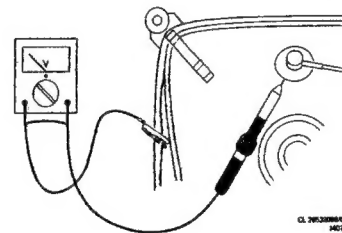

Abbildung 2-1
- Um Beschädigungen von ICs und Transistoren zu verhüten, muß jeder Hochspannungsüberschlag vermieden werden. Um eine Beschädigung der Bildröhre zu verhüten, muß zur Entladung der Bildröhre das in Abb. 2-1 angegebene Verfahren angewendet werden. Benutzen Sie einen Hochspannungstaster und ein Universalmeßinstrument (Einstellung DC-V). Die Entladung muß erfolgen, bis der Zeigerausschlag des Instruments 0 V beträgt (nach ca. 30 s).